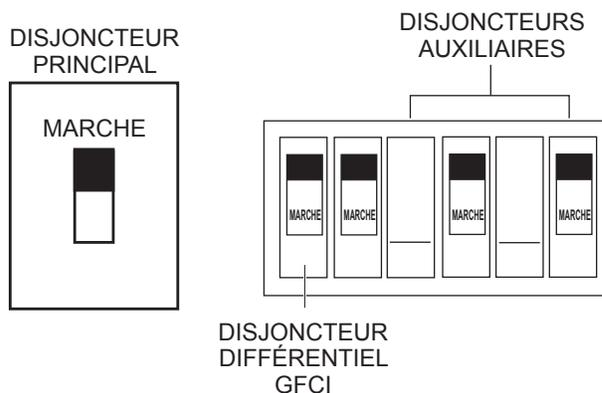

Figure 33. Disjoncteurs (Marche) Princ. Aux. et GFCI
10. Placez les disjoncteurs **principal**, **GFCI** et **aux.** dans la position de marche **ON** (Figure 33).